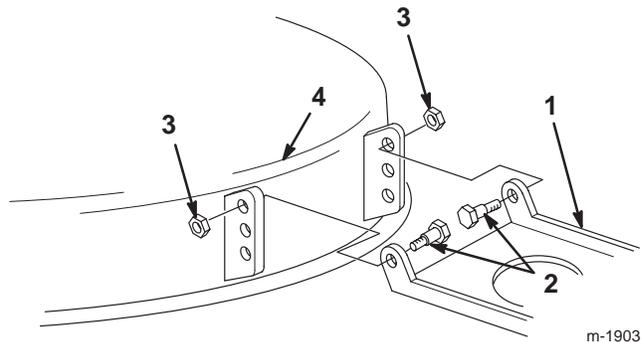

Figure 49
18. S'il est impossible d'obtenir l'inclinaison avant de 6 à 16 mm requise en tournant l'écrou de réglage, déplacez le pivot sur le plateau (Fig. 49).
19. Enlevez les boulons à épaulement et les contre-écrous de la machine (Fig. 49).
20. Placez le pivot du plateau dans un trou inférieur et remettez les boulons à épaulement et les contre-écrous (Fig. 49).